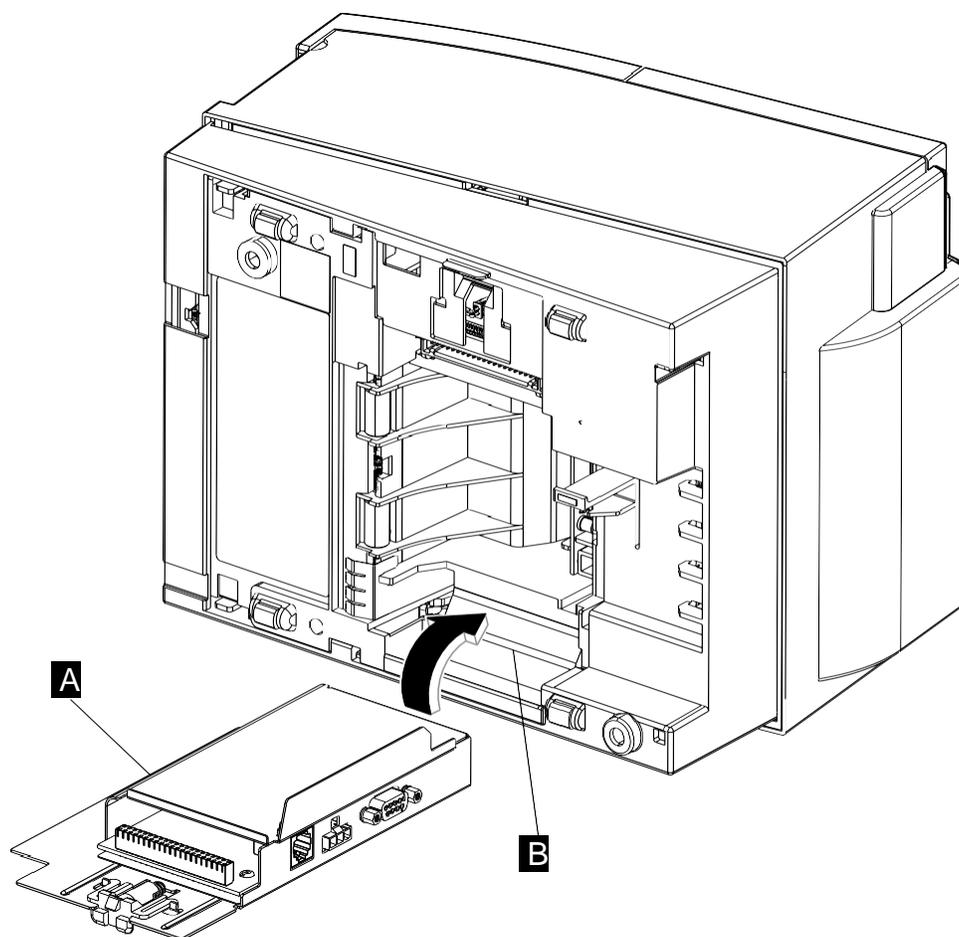

Figure 12. Installation de la carte interface
1. Renversez l'imprimante sur le côté, comme l'indique la Figure 12.